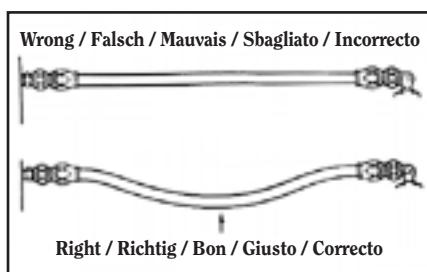

Fig. 2 / Abb. 2
- Remember that the hose will change in length (up to 4% shorter or 2% longer) when pressurized to the maximum operating pressure. Provide slack or bend in the hose to compensate for any changes which might occur. (See Figure 2.)
- Denken Sie daran, dass sich die Schlauchlänge verändert (bis zu 4 % kürzer oder 2 % länger), wenn er bis zum maximalen Betriebsdruck beansprucht wird. Eine Vorratslänge oder Biegung im Schlauch vorsehen, durch die derartige Veränderungen kompensiert werden können. (Siehe Abbildung 2).
- c. Il faut noter que le tuyau change de longueur (jusqu'à 4% plus court ou 2% plus grand) lorsqu'il est mis en service à la pression maximale de fonctionnement. Prévoir une marge ou une flexion dans le tuyau pour compenser tous les changements éventuels (Voir figure 2).